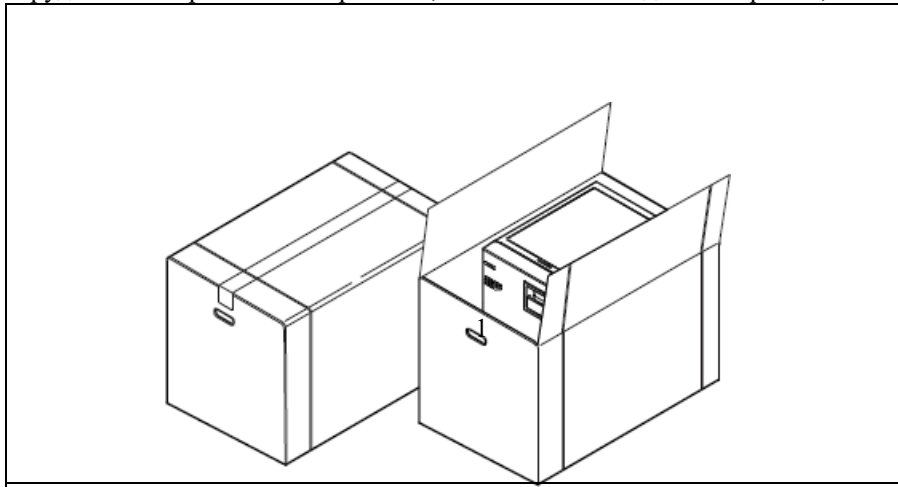

Рис. 6.1-1
- Удалите скобы, закрывающие верх картонной упаковки (рис. 6.1-1).